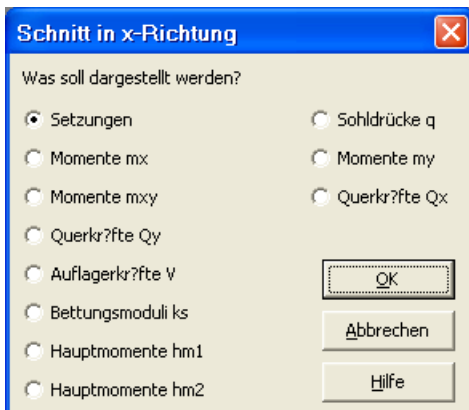

Bild 12-38 Optionsfeld "Schnitt in x -Richtung"
- Wählen Sie "Schnitt in x -Richtung" aus dem Menü "Schnitte" des Programms *ELPLA-Schnitte*. Das folgende Optionsfeld im Bild 12-38 erscheint